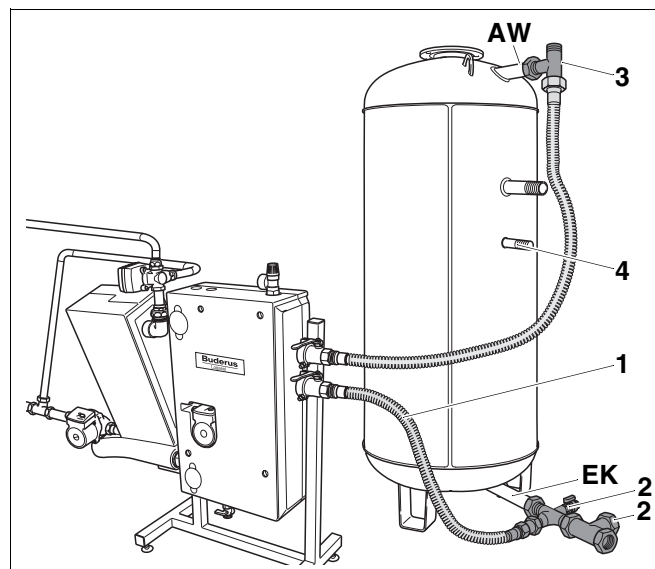

Abb. 14 Pufferentladestation mit Vorwärmpeicher verbinden
- Dichten Sie das Edelstahlwellrohr (Abb. 14, **Pos. 1**) für die Verbindung Eintritt Kaltwasser (EK) des Vorwärmpeichers (über Kreuzstück, Abb. 14, **Pos. 2**) und der Pufferentladestation (blauer Absperrhahn) ein.
- Legen Sie eine Dichtung in die Verschraubung ein, und verschrauben Sie das Edelstahlwellrohr (Abb. 14, **Pos. 1**) mit der Pufferentladestation.
- Dichten Sie das bauseitige T-Stück (Abb. 14, **Pos. 3**) ein, und verschrauben Sie es mit dem Austritt Warmwasser (AW) des Vorwärmpeichers.
- Dichten Sie das Edelstahlwellrohr (Abb. 14, **Pos. 4**) für die Verbindung des T-Stücks (Abb. 14, **Pos. 3**) und der Pufferentladestation (roter Absperrhahn) ein.